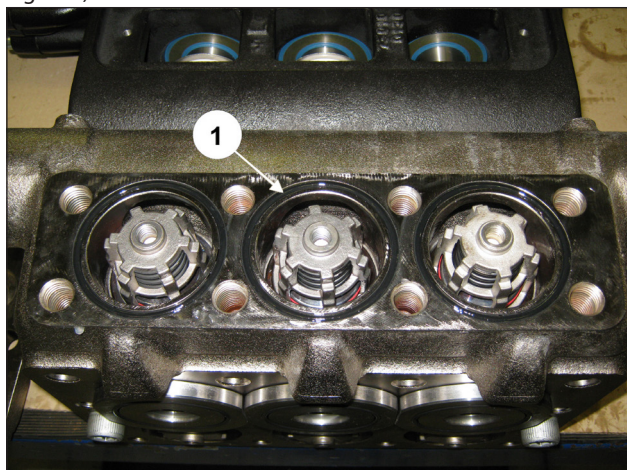

Fig. 146
Applicare l'O-ring frontale alle valvole di mandata (pos. ①, Fig. 146).